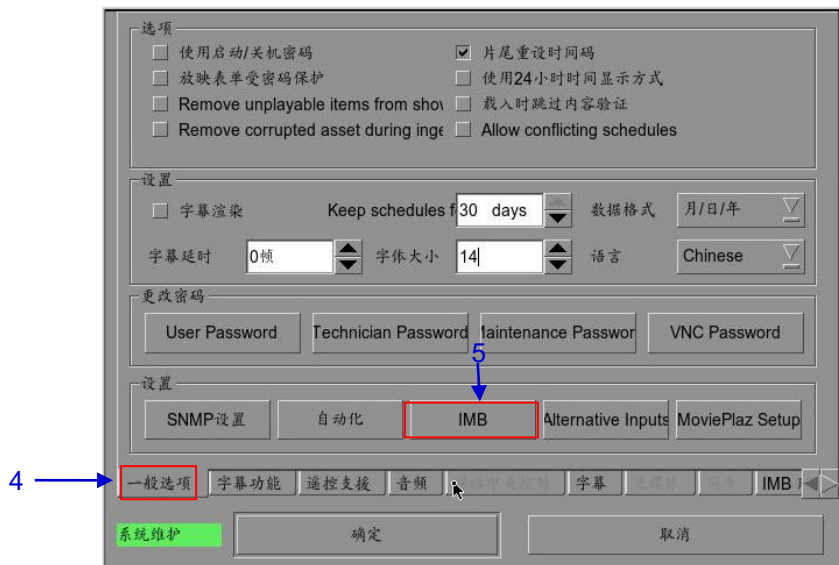

图 18 一般选项[设置]
5. 点击[IMB]进入 IMB 状态对话框（如图 18 所示）。